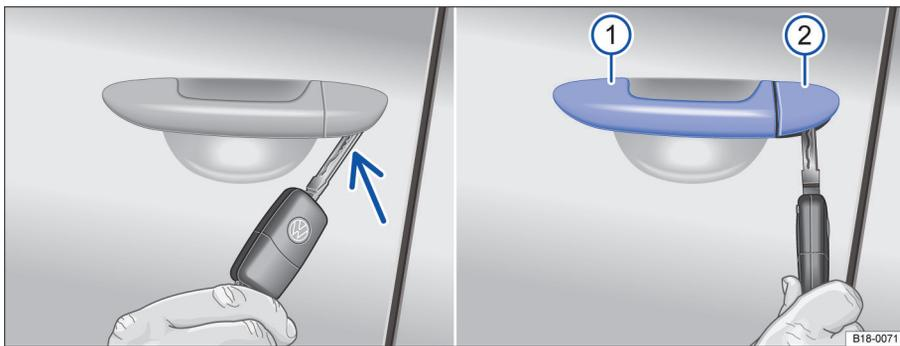

图 182 取下在驾驶员车门内车门锁的盖罩
- 拉起开门把手 ⇒ 图 182①。
- 将无线遥控钥匙的钥匙头从下面插入盖罩的开口内 ⇒ 图 182②。
- 转动钥匙以便松开盖罩并取下 ⇒ 图 182。